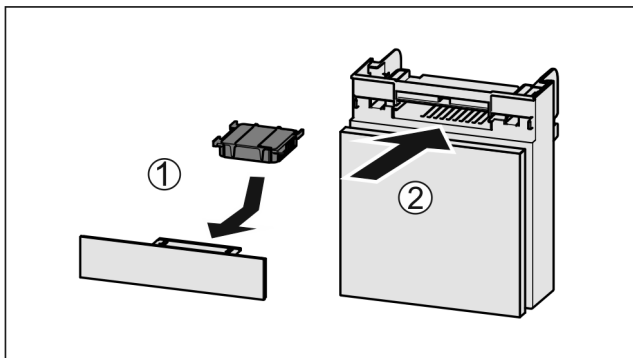

Fig. 100
- ▶ Vložte aktívny uhlíkový filter podľa obrázka Fig. 100 (1).
- ▶ Zasuňte zásuvku Fig. 100 (2).